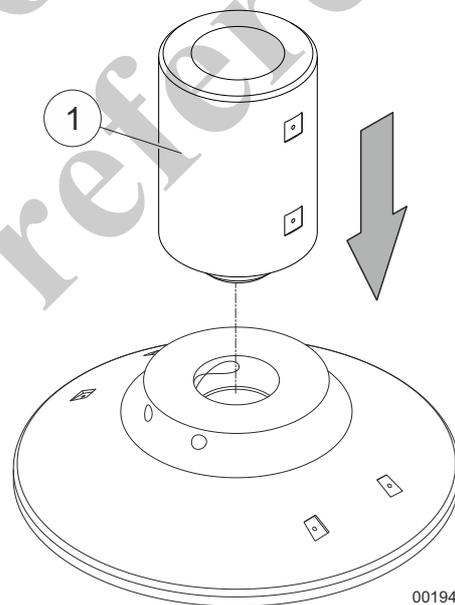

Fig. 111 Ubicación del adaptador en la base de estabilizador
- 8 Retire el adaptador (1, Fig. 111) de la caja de herramientas y colóquelo en la base de estabilizador.